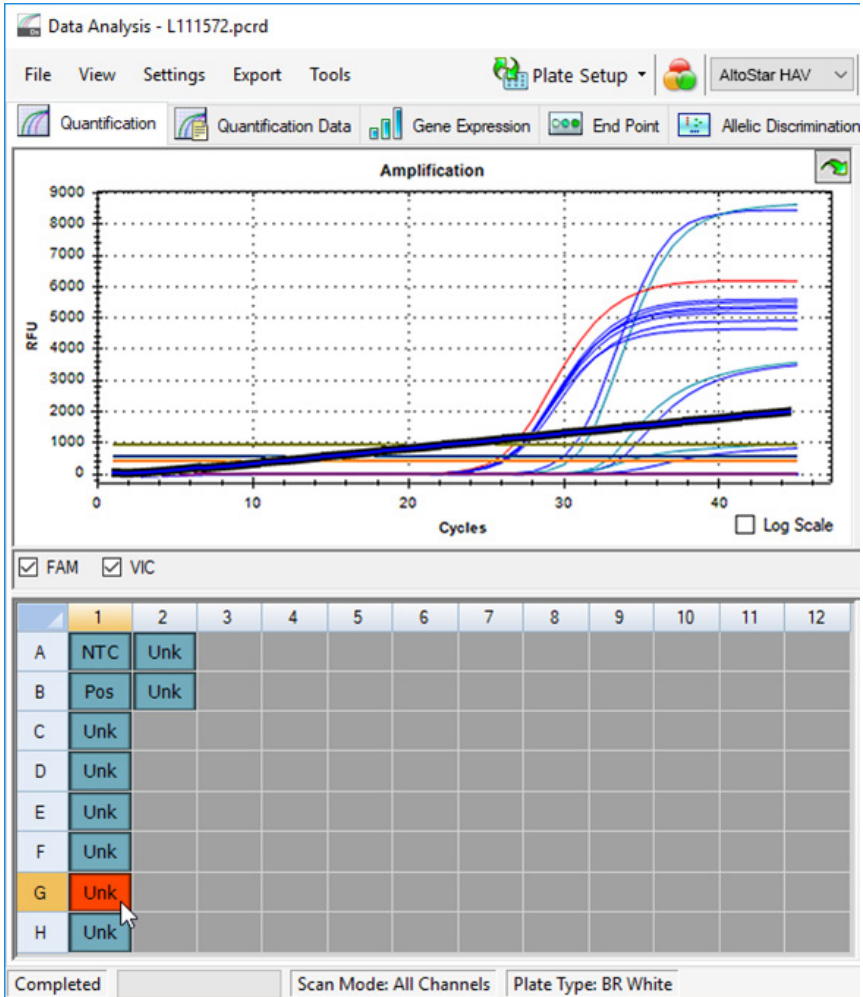

Figura 6: Ventana Data Analysis (análisis de datos): señal de PCR irregular
- Identifique pocillos con señales de PCR irregulares (aumento de señal lineal, picos de señal, etc.) en cualquiera de los canales de detección FAM™ (HAV objetivo) y VIC™ (IC) (consulte la figura 6).